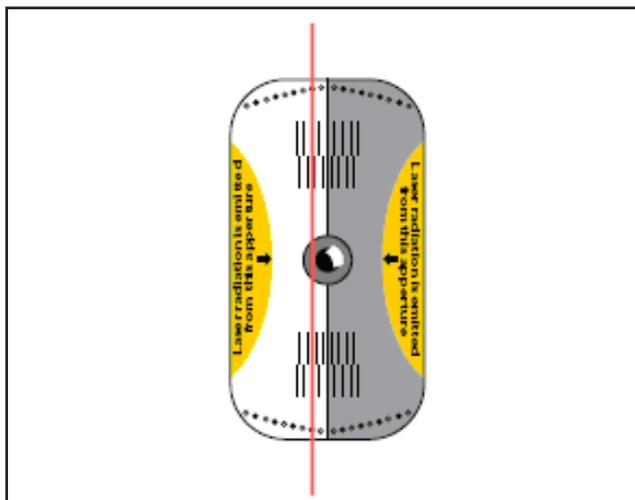

Figure B4 - Parallélisme du rayon de référence et de la ligne centrale
- d. Vérifier le rayon de référence projeté sur l'échelle graduée de l'émetteur fixé sur la poulie du compresseur. Celui-ci devrait être parallèle à la ligne centrale de l'échelle graduée. Voir Figure B4.
- f. Tout en gardant un œil sur le rayon projeté sur la poulie du moteur, tourner l'arrière du compresseur jusqu'à ce que les deux rayons soient projetés sur la même ligne de repère de chaque échelle graduée. Voir Figure B4.